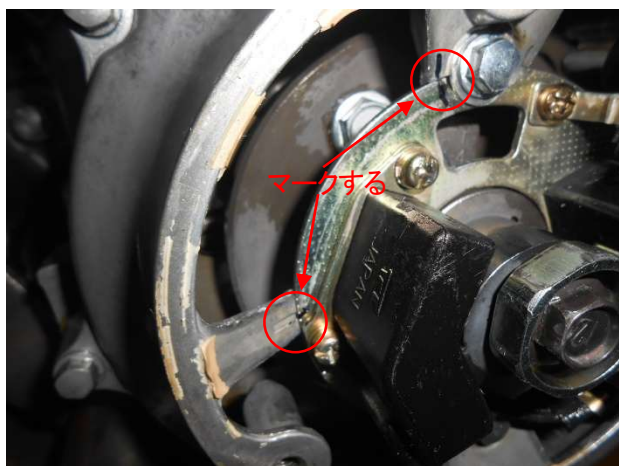

図1 カバー取外し、合いマーク
- ①エンジン左カバーを外し、パルスジェネレーターASSYに油性ペン等で合いマークをいれておく(図1)。